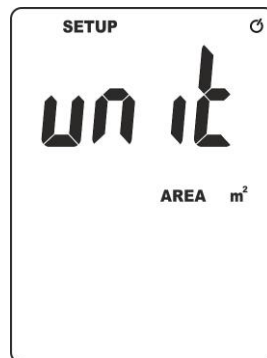

Fig. 3: Impostazione unità di misura area del condotto
2. Premere a lungo (>2s) il tasto /SET per entrare nel modo impostazione. La videata con l'indicazione della unità di misura dell'area del condotto correntemente impostata è mostrata a display (vedere Fig. 3)